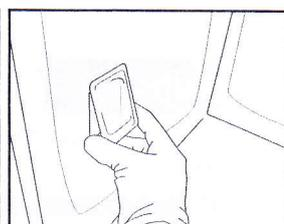

Abb.9
5. Setzen Sie die Lampenabdeckung wieder ein, indem Sie diese fest aufdrücken, bis sie in Einbaulage einrastet (Abb. 9).